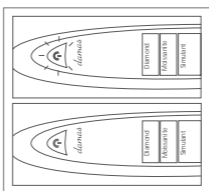

Fig. 3
3. Pulse el botón de alimentación para encender el probador. Una vez que la luz READY haya dejado de parpadear, el probador estará listo para entrar en modo de calibración, tal y como se muestra en la Fig. 3. Este proceso podría tardar hasta 15 segundos. Si la luz READY continúa parpadeando después de 15 segundos, es posible que la punta de la sonda no esté colocada adecuadamente. Repita el procedimiento desde los pasos 1 y 2.